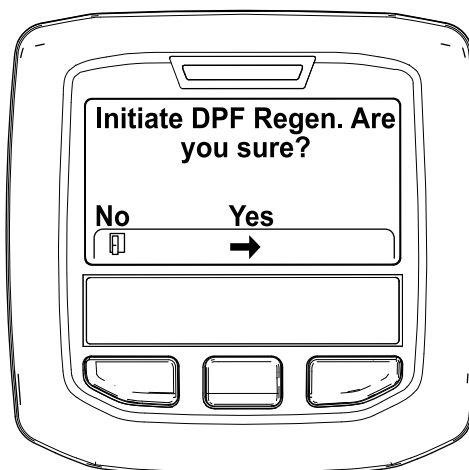

Figura 45
4. Quando viene visualizzato il messaggio "Inizializzare Rigen. FAP?" premete il pulsante centrale (Figura 45).